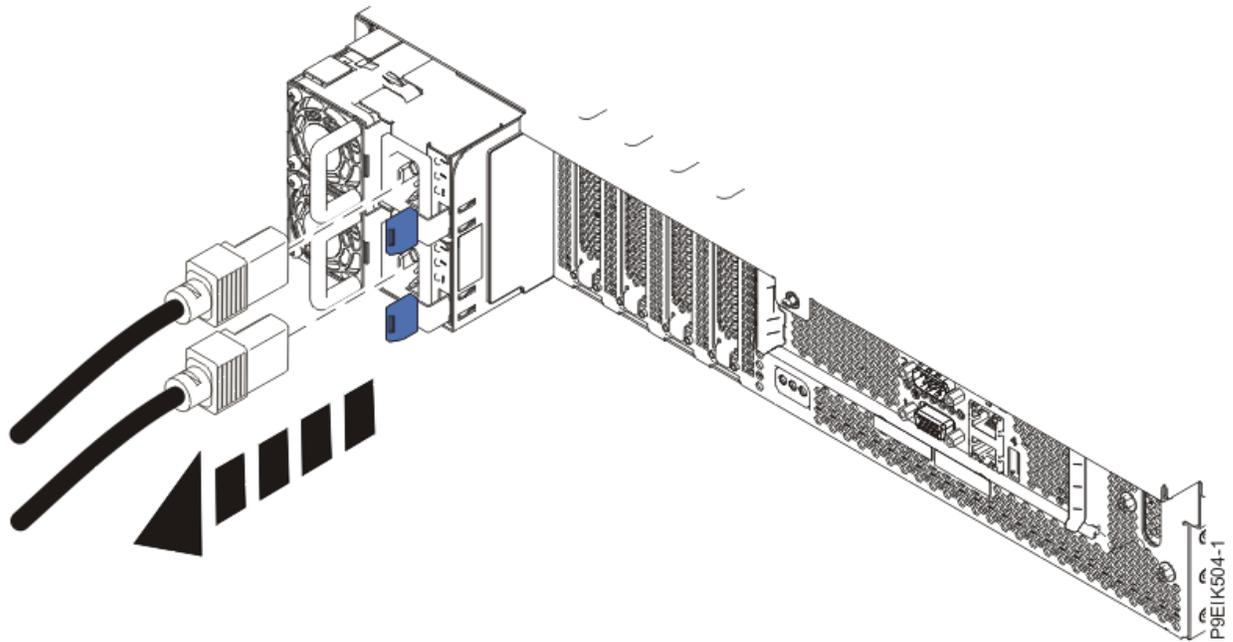

Figure 125. Retrait des cordons d'alimentation du système
4. Déconnectez les cordons d'alimentation de l'unité centrale comme illustré à la Figure 125, à la page 161.